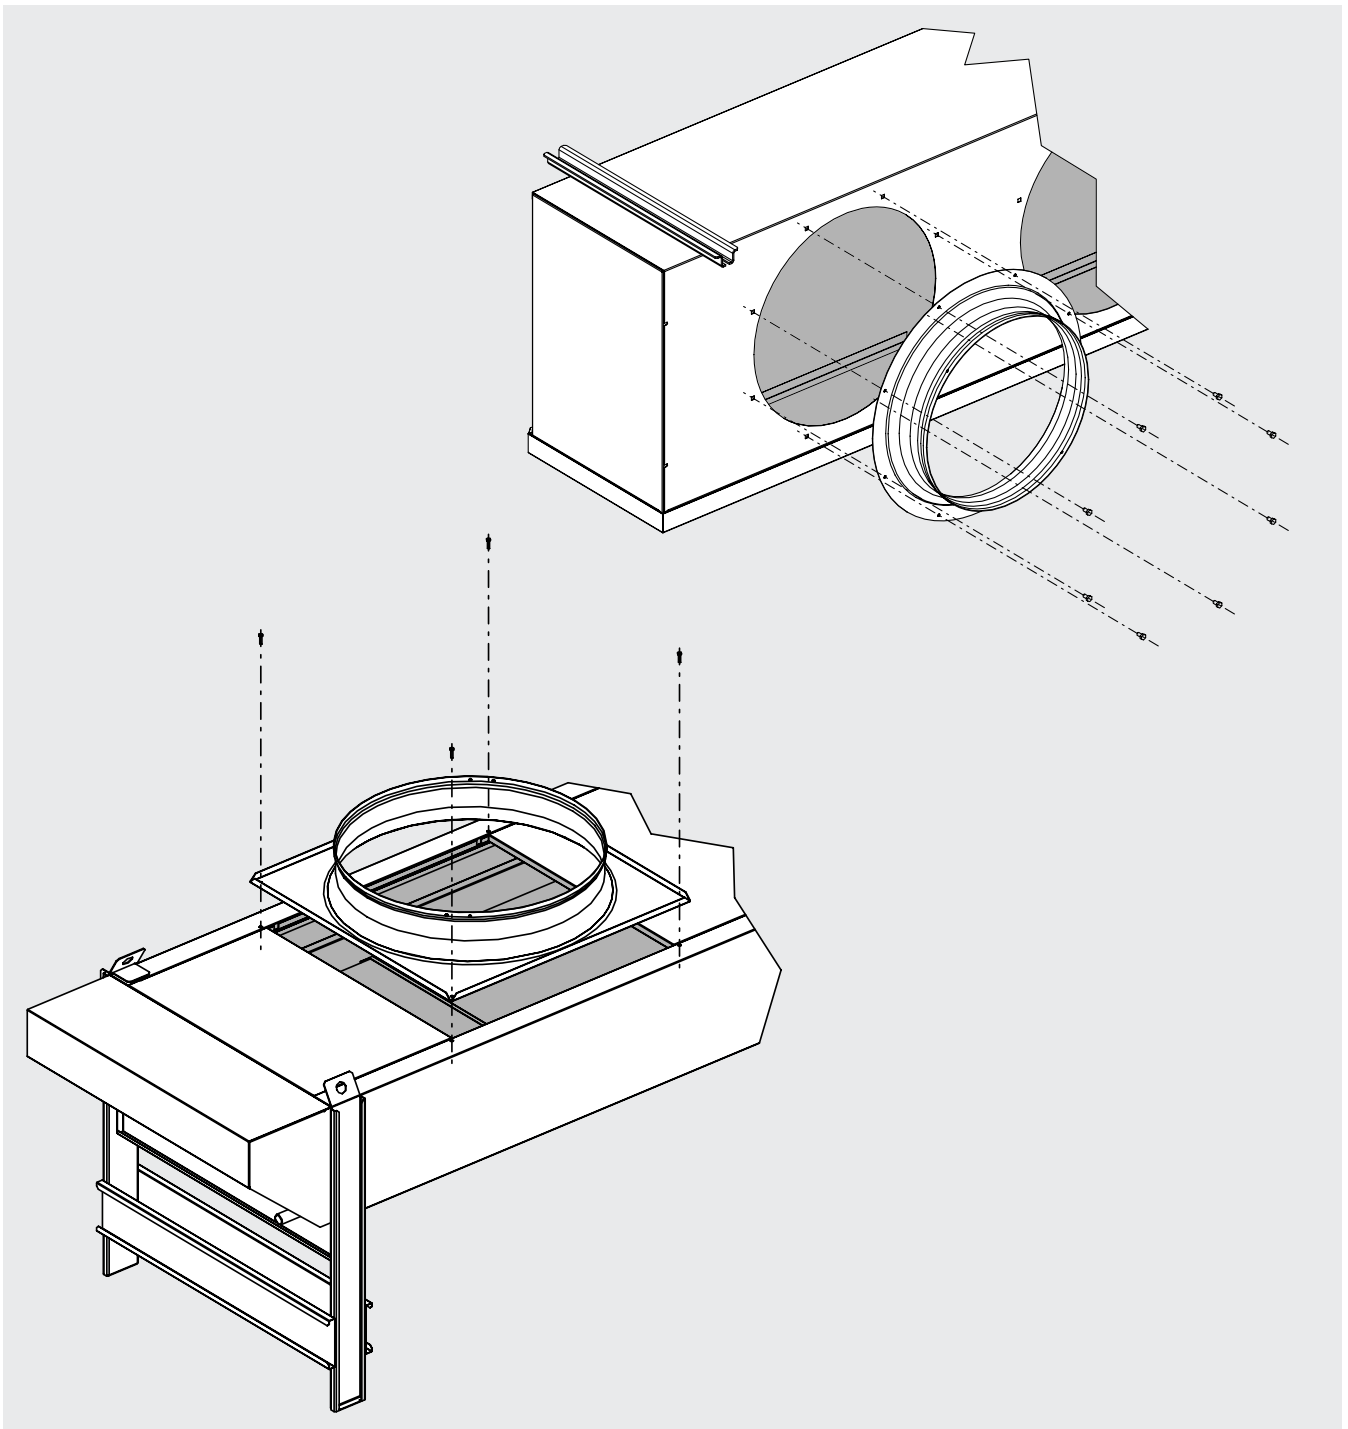

Figura 8
- 3.9 Fissare il boccaglio in posizione avvitando le viti e le rosette o le viti flangiate fornite a corredo con il boccaglio. Per la coppia di serraggio delle viti si veda la Tabella 2. Utilizzare tutti i punti di fissaggio. Si veda la Figura 8.